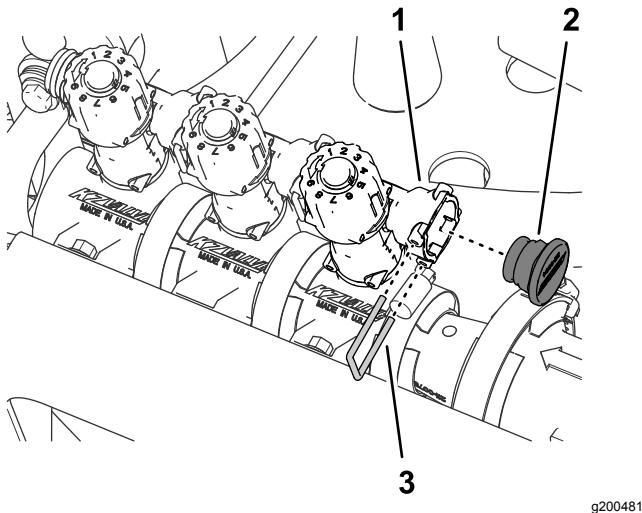

图67
- 将栓塞插入旁通阀的快速连接槽内 图67。
9. 使用在步骤 3 中卸下的卡环将栓塞固定到快速连接槽 图67。